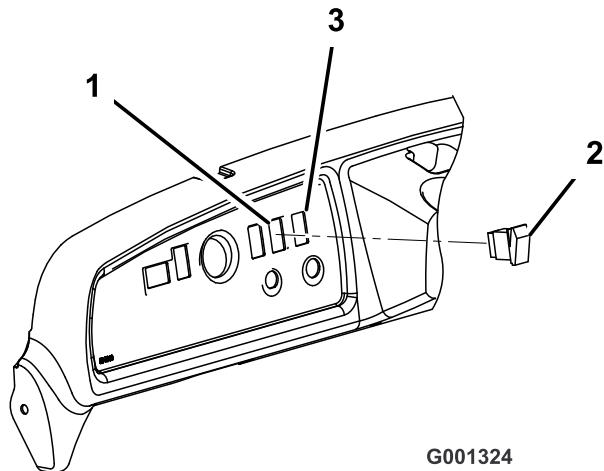

Figura 9
8. Staccate il tappo dal foro nella parte destra del cruscotto (Figura 9).
9. Tappo l'interruttore nel connettore secondario sul cruscotto. Inserite l'interruttore nel foro sul cruscotto (Figura 9).
10. Collegate l'interruttore al connettore del cablaggio sul cruscotto. Inserite l'interruttore nel foro sul cruscotto (Figura 9).